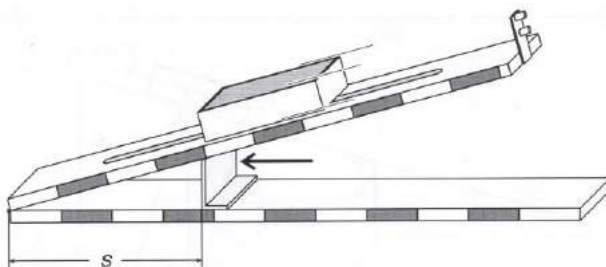

Figura 2 Fuente: LD Didactic
2. Colocar el bloque de 165 g sobre el plano inclinado por la cara plastificada hacia abajo y **lentamente** mueva el ángulo en L hacia el pivote hasta que el bloque empiece a deslizar como se muestra en la figura 2.